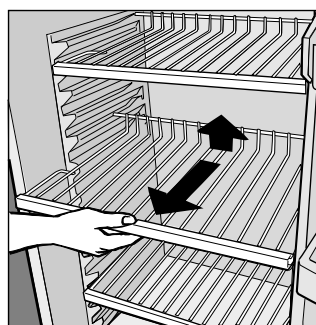

Fig. 1
- Le compartiment réfrigérateur est équipé de clayettes amovibles extrêmement pratiques (Fig. 1) et réglables en hauteur grâce à des glissières spéciales. Vous pouvez ainsi introduire de grands récipients et des aliments particulièrement volumineux.